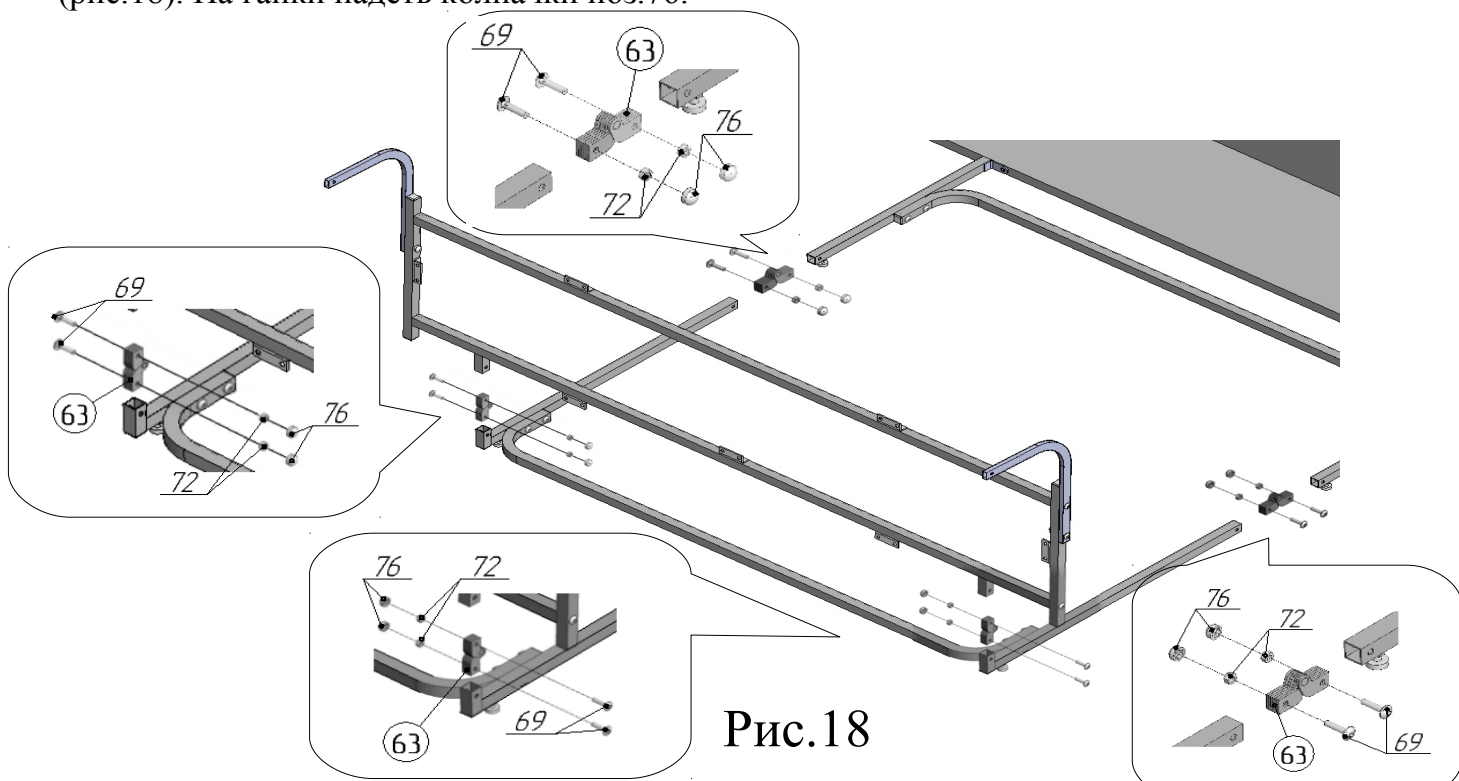

Рис.18
22. Соединить узлы, собранные в пунктах 16,17,18 друг с другом, используя шарниры с заклёпкой поз.63, Винт М6х25 поз.69, гайку М6 со стопорным кольцом поз.72 (рис.18). На гайки надеть колпачки поз.76.